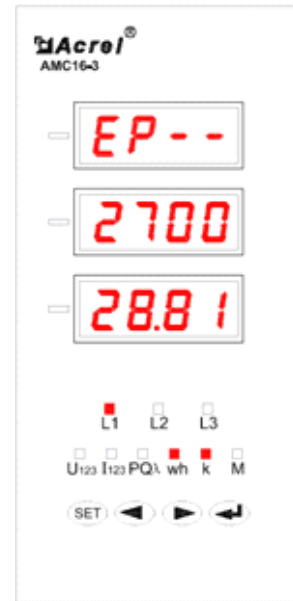

图 15
- 4) 图 15 显示的电参量为第 1 路三相负载的有功电能值 270028.81kWh。